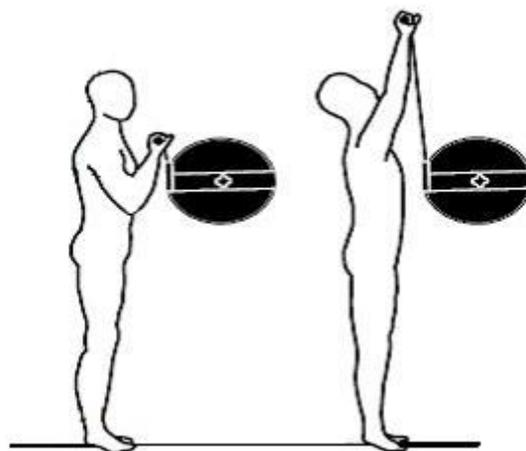

Figure 3
3. Ajustez la hauteur de la tête d'exercice de sorte que le sujet puisse tenir confortablement la poignée dans la position de la jointure. Entrez la hauteur dans le champ NOTES, s'il y a lieu. Montrez au sujet le mouvement qui est testé (levage des épaules jusqu'à une hauteur au-dessus de la tête) et le bon positionnement comme décrit ci-dessous (figure 3).